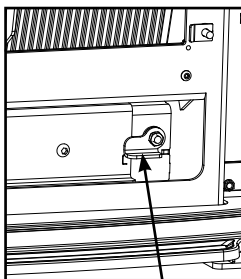

Figure 5.4
1. Retirez l'assemblage de plaque de nettoyage en tirant sur le loquet situé dans le coin droit inférieur de la boîte à feu. Figure 5.4